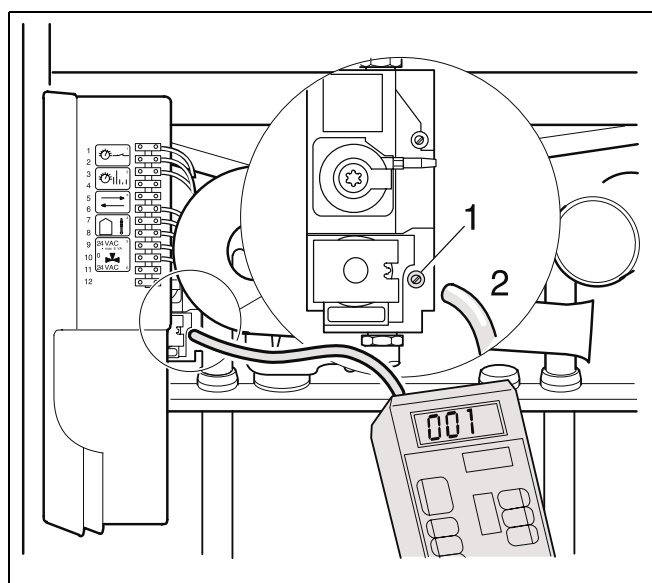
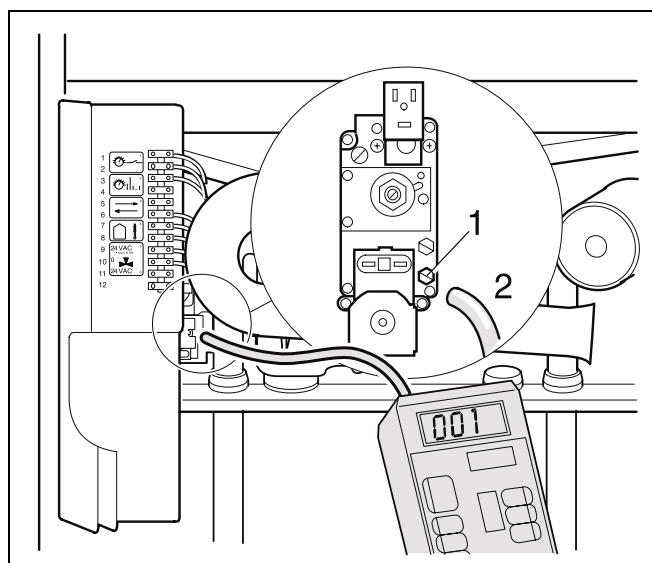

Abb. 21 Gasanschlussdruck messen (Honeywell-Armatur)
Abb. 22 Gasanschlussdruck messen (SIT-Armatur)
- Verschlusschraube am Prüfnippel für Gasanschlussdruck bei Honeywell-Armatur (Abb. 21, Pos. 1) zwei Umdrehungen lösen,
bei SIT-Armatur (Abb. 22, Pos. 1) ganz herausdrehen.
- Messschlauch des Druckmessgeräts auf den Prüfnippel aufstecken (Abb. 21, Pos. 2 oder Abb. 22, Pos. 2).